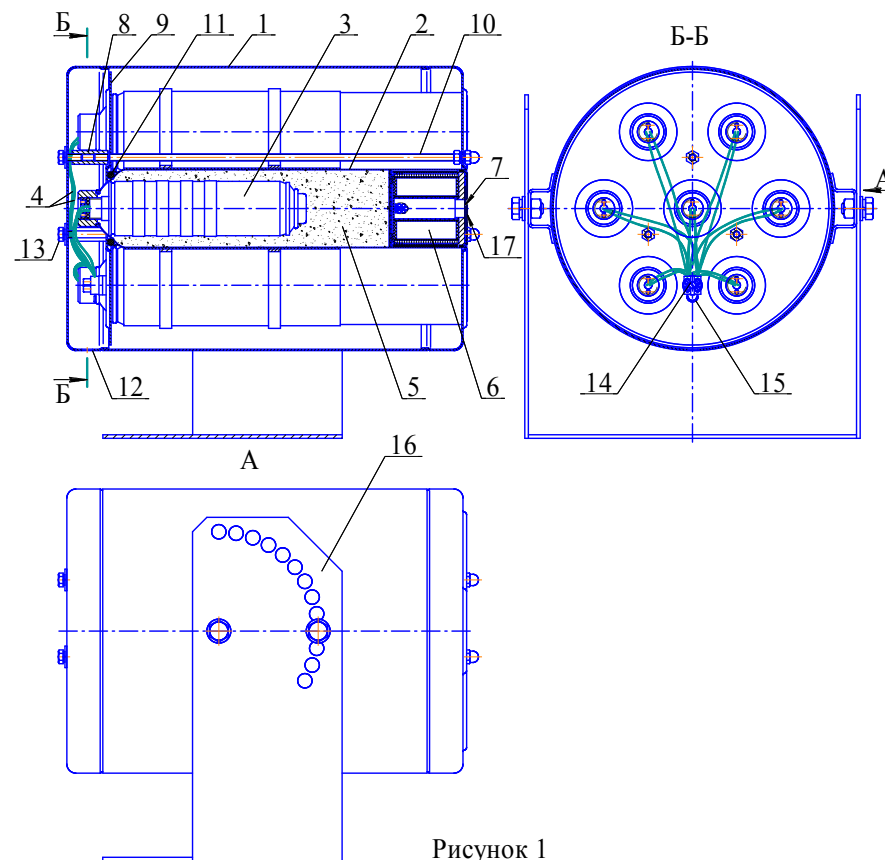

Рисунок 1
4.1.1 ГГПТ (см. рисунок 1) состоит из корпуса **1**, в котором размещены семь сменных картриджей **2**, содержащих газогенерирующий элемент **3** с элементом электропусковым **4**. Свободный объем корпуса картриджей **2** заполнен таблетками охладителя **5**. Для очистки огнетушащего газового вещества от механических примесей в каждом картридже установлен фильтр-сепаратор **6**. Выходное отверстие фильтра-сепаратора заглушено самоклеющейся пленкой ПВХ **7**. В верхней части корпуса **1** картриджи при помощи гаек **8** поджаты крышкой **9**. Соединение корпуса **1** с крышкой **9** производится шпильками **10**. Для компенсации воздействия вибрации между картриджами **2** и крышкой **9** установлены резиновые кольца **11**. Сверху ГГПТ закрыт крышкой **12**, которая закреплена болтами **13**, соединенными с гайками **8**. Оголенные концы проводов элементов электропусковых **4**, скрученных по одному проводу от каждого картриджа в две группы и залуженных после скрутки, закреплены в соединительной коробке (зажиме контактном винтовом) **14**. Выходные клеммы соединительной коробки **14** замкнуты проводом **15**. ГГПТ снабжен кронштейном **16**, обеспечивающим поворот генератора на необходимый угол при креплении его к потолку, стене, горизонтальной
- извлечь ГГПТ из кронштейна **16** (см. рисунок 1), снять с ГГПТ крышку **12**, отсоединить пусковой кабель и перенести генератор в комнату сборки;
6.1 Извлечь ГППТ из упаковки, произвести визуальный осмотр целостности корпуса. Снять крышку **12** (см. рисунок 1), открутив болты **13**. Проверить уровень затяжки гаек **8** на шпильки **10**, если она ослаблена, то подтянуть. Проверить качество крепления оголенных концов проводов элементов электропусковых **4** в соединительной коробке **14**.
6.2 Закрепить кронштейн **16** (см. рисунок 1) на потолке, стене или иной несущей поверхности, расположенной под любым углом относительно поверхности пола. Координаты отверстий в кронштейне, предназначенном для крепления ГППТ, приведены на рисунке 2.